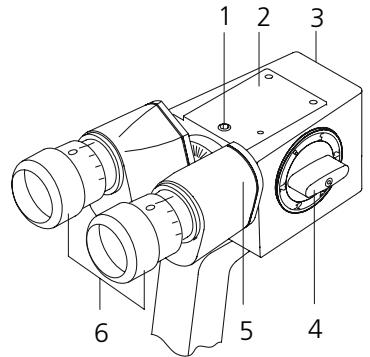

Abb. 2 Stereomikroskop
- Die Verbindungsteile, die der Gerätesicherheit dienen (z. B. Sicherungsschraube für den Binokulartubus, 1 in Abb. 2), haben einen einwandfreien Sitz. Die Schraubverbindungen (z. B. für das Zubehör) sind fest angezogen.